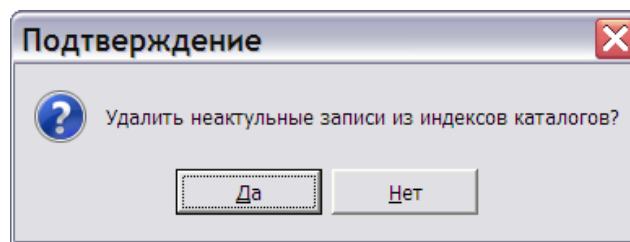

Рис. 6.94
4. Нажмите на кнопку . После этого появится окно с запросом подтверждения удаления неактуальных записей из индексов каталогов (Рис. 6.94).